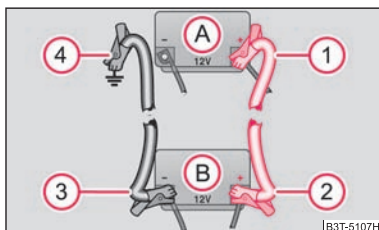

Fig. 201 Ayuda de arranque con la batería de otro vehículo: A - batería descargada del vehículo, B - batería auxiliar
- Conecte un extremo (1) ⇒ fig. 201 al polo positivo de la batería descargada (A) ⇒ fig. 201.
- Conecte el otro extremo (2) al polo positivo de la batería auxiliar (B).